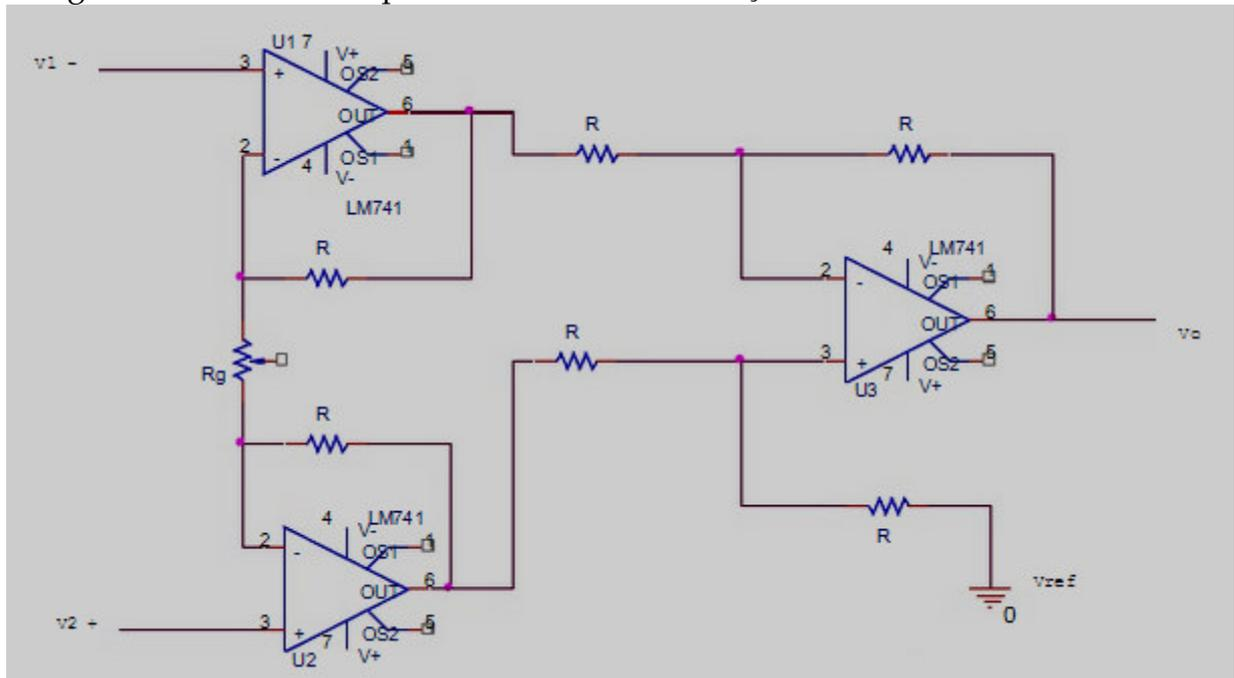

Figura 1 - Amplificador de Instrumentação
A Figura 1 mostra um Amplificador de Instrumentação.
A equipe deverá projetar um Amplificador de Instrumentação, conforme a Figura 1, seguindo as orientações contidas nas etapas.
- 1 Entender o funcionamento do circuito do Amplificador de Instrumentação apresentado na Figura 1. Calcular o valor da resistência R_g , conforme orientação no Desafio.
- Implementar o circuito da Figura 1 proposto no desafio.